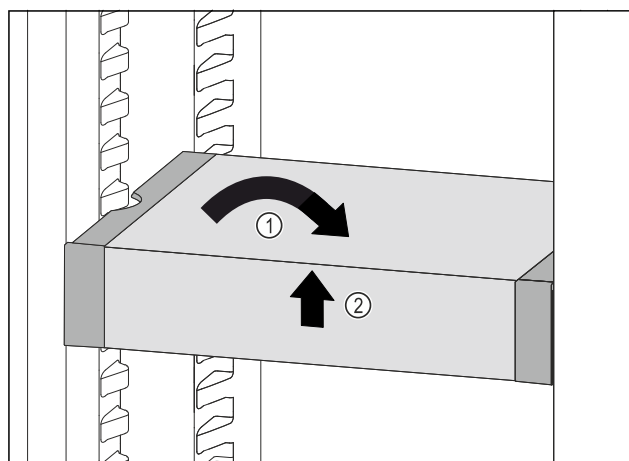

Fig. 105
- Plasser VarioSafe rett. Fig. 105 (1)
- Løft VarioSafe opp i forkant. Fig. 105 (2)